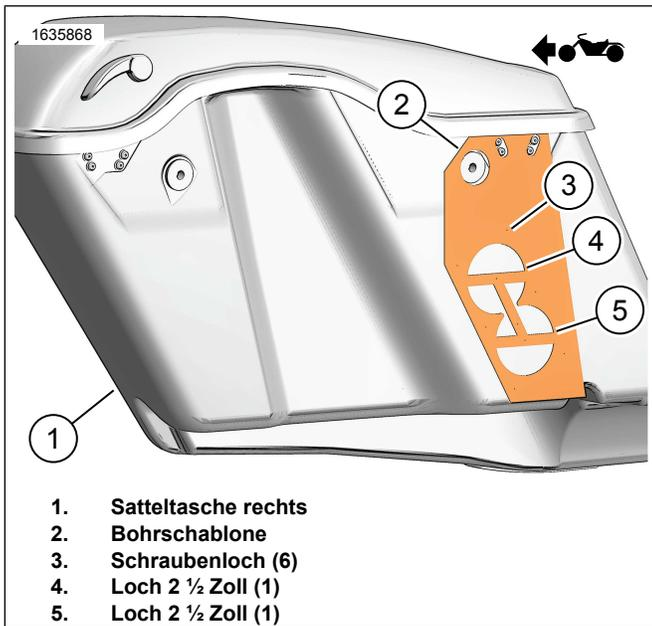

Abbildung 2. Rechte Satteltasche
1. Siehe Abbildung 2. Bohrschablone (2) an linker Satteltasche (1) positionieren.
2. Rechte Satteltasche (1) modifizieren.